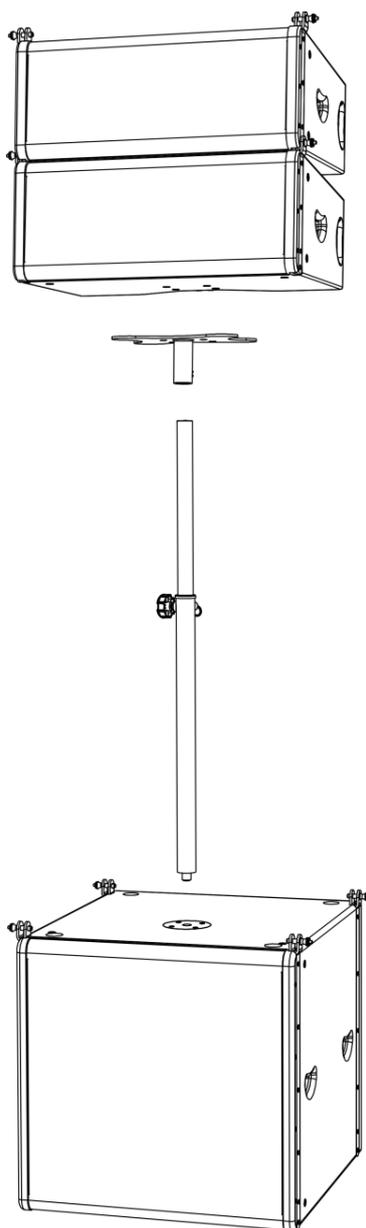

Fig. 04
02) Sarà ora possibile montare il Tubo distanziatore (**D8611**) sugli altoparlanti Odin T-8A e S-18A (fig. 04).